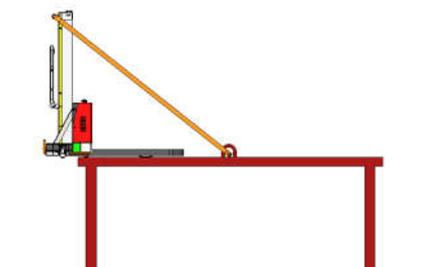

Fig.10 : Cinghia di
**Fare attenzione a che per il trasporto, il carrello deve essere fissato in sicurezza. Come mostrato in fig.10.**